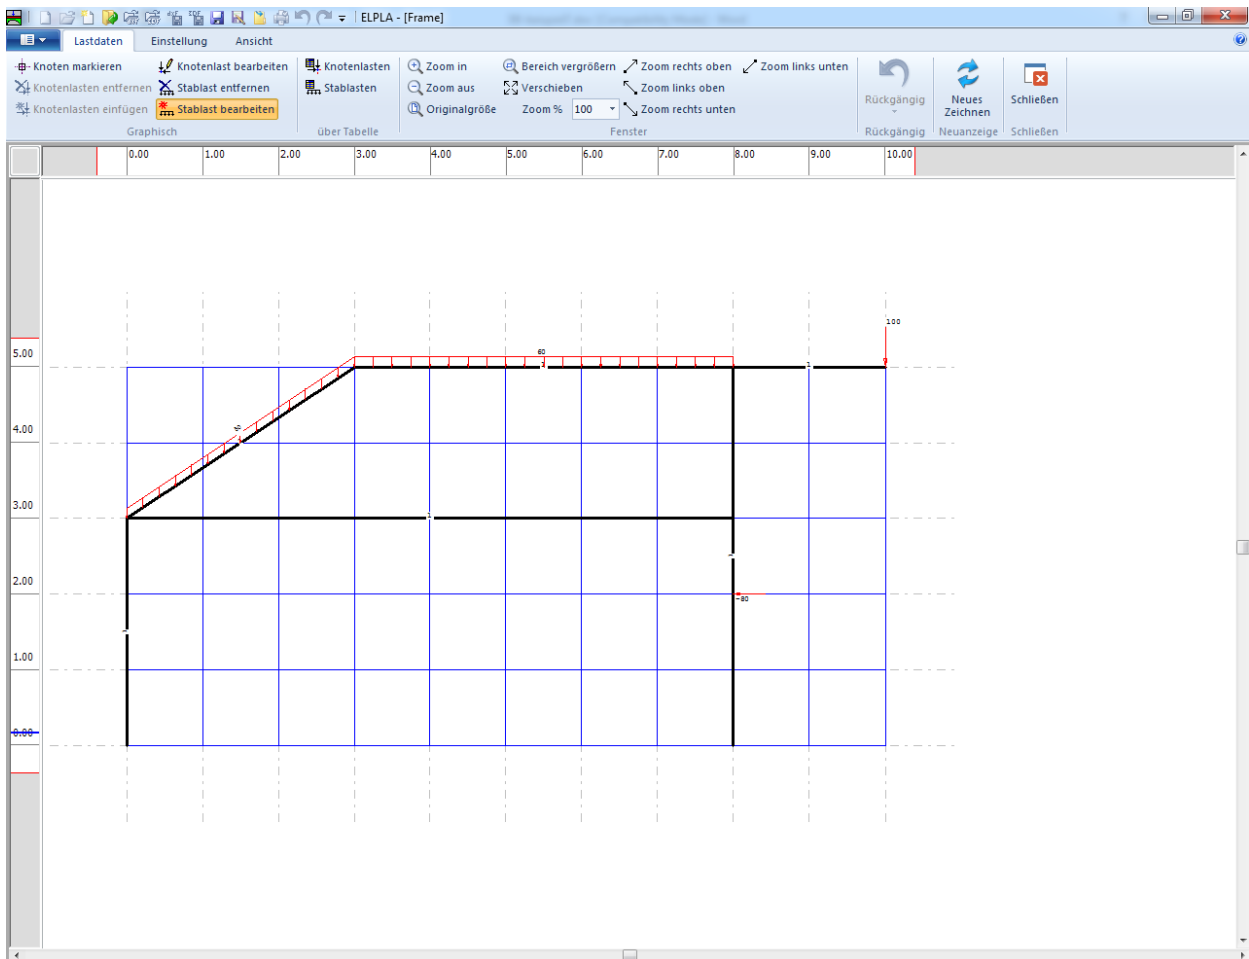

Bild 7.35 Rahmentragwerklasten auf dem Bildschirm
Verwenden Sie dieselben Schritte, um die gleichförmig verteilte Last für den anderen belasteten Stab zu definieren. Nach der Definition von Lastdaten sollte der Bildschirm wie das folgende Bild 7.35 aussehen.
- Wählen Sie "Schließen" aus dem "Datei"-Menü im Bild 7.35, um zum Hauptfenster des Programms *ELPLA* zurückzukehren